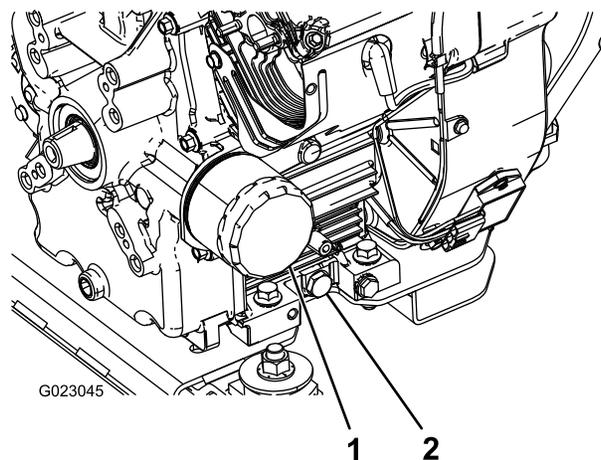

图43
5. 拆下排油塞 图43。
2. 拆下机油滤芯 图43。
5. 将新机油滤芯装在机油滤芯安装座上。顺时针转动机油滤芯直至橡胶垫片接触到机油滤芯安装座然后将机油滤芯再旋入 1/2 圈 图43。